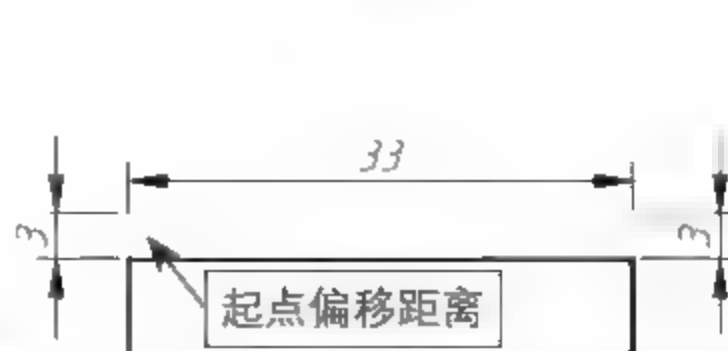

图5-14 【起点偏移量】设置为3时的示例
- 起点偏移量：控制尺寸界线起点与标注对象端点的距离，如图5-14所示。